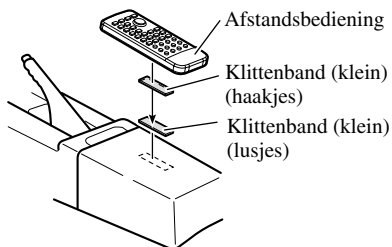

Afb. 18
- **Zet het voorpaneel vast aan het toestel met de meegeleverde schroeven als u dit niet hoeft te verwijderen. (Afb. 18)**